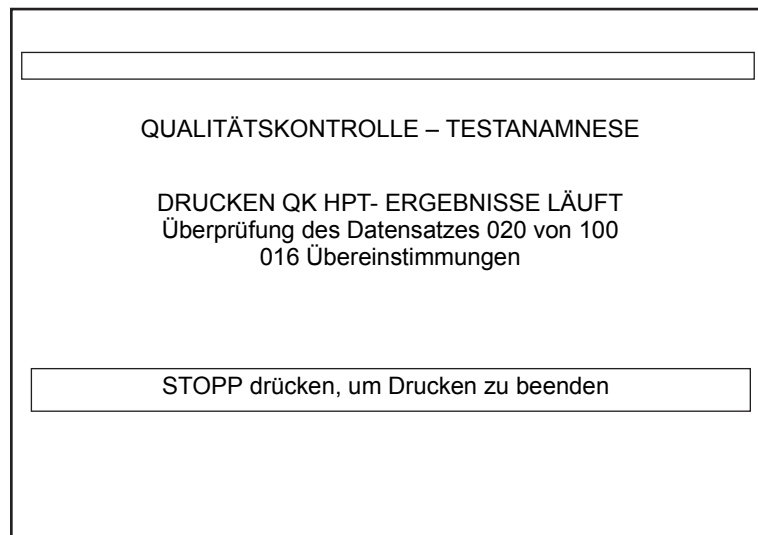

Abbildung 7-16. Bildschirm QUALITÄTSKONTROLLE – TESTANAMNESE DRUCKEN (2)
5. Welcher Text im ersten Bildschirm QUALITÄTSKONTROLLE – TESTANAMNESE DRUCKEN angezeigt wird, hängt von der in Schritt 2 (siehe oben) gedrückten Funktionstaste ab. Abbildung 7-16 zeigt den ersten Druckbildschirm QK HPT-ERGEBNISSE DRUCKEN, der angezeigt wird, wenn die Funktionstaste **Nach HPT-Ergebnissen ordnen** gedrückt wurde. Weitere in Schritt 2 gewählte Kategorien für „Qualitätskontrolle – Testanamnese“ haben ähnliche Bildschirmtitel, um die Testdaten zur Ausgabe zu kennzeichnen.
6. Drücken Sie die Taste *Drucken*. Der zweite Bildschirm QUALITÄTSKONTROLLE – TESTANAMNESE DRUCKEN erscheint, in dem das Wort „Drucken“ durch „Drucken läuft“ ersetzt ist (siehe Abbildung 7-16).